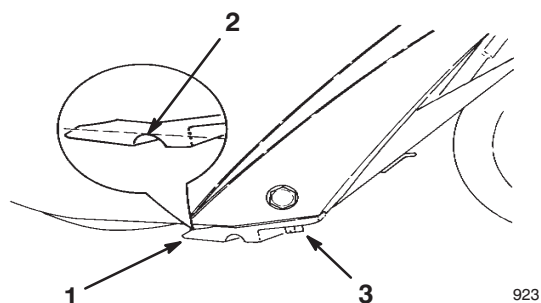

Figure 7
En début de saison, vérifiez l'usure de la lame racleuse. Remplacez la lame racleuse si la distance entre le haut de la rainure de l'indicateur d'usure et le bas de la lame est inférieure à 16 mm ou si la rainure de l'indicateur d'usure a complètement disparu (Fig. 7).
4. Enlevez les trois vis de fixation de la lame racleuse (Fig. 7).